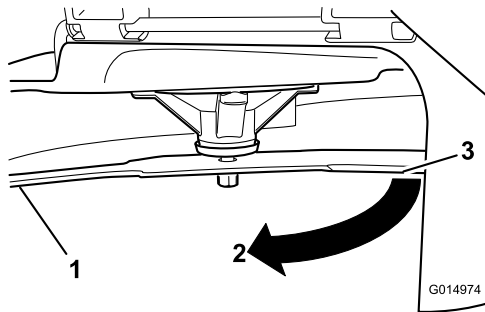

Bild 65
3. Zweiter zwischen Messer und Oberfläche (B) gemessener Abstand
4. Drehen Sie dasselbe Messer um 180 Grad, sodass die andere Schnittkante jetzt in derselben Stellung ist (**Bild 65**).